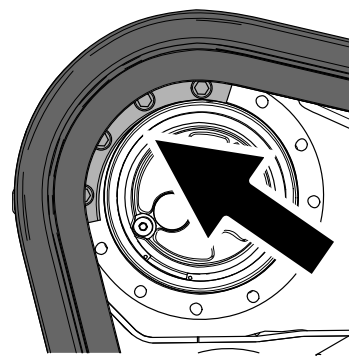

Figura 74
- Mueva el control de tracción hacia adelante hasta que el segmento del piñón de arrastre se engrane en la oruga (Figura 74).
- Aplique fijador de roscas a los pernos de otro de los segmentos del piñón de arrastre que retiró e instale el segmento del piñón (Figura 74). Apriete los pernos a 247–301 N·m (182–222 pies-libra).